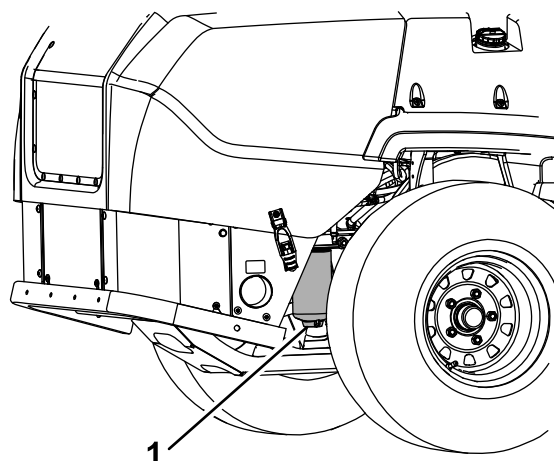

Figure 43
4. Desserrez le bouchon de vidange du séparateur d'eau d'un tour environ pour vidanger l'eau et autres contaminants (Figure 43).